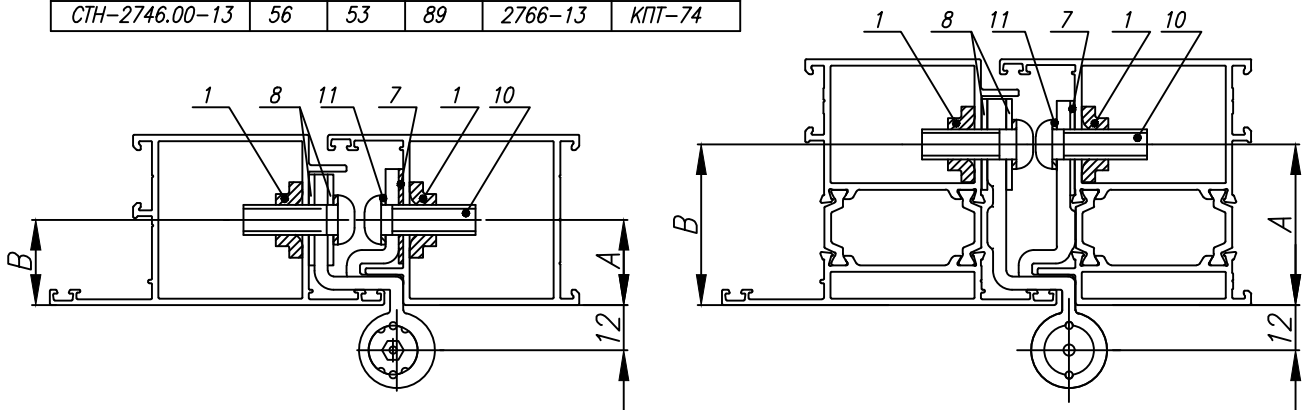

Рисунок 1 Установка петель в алюминиевые профили
5.4. Установить в стойки двери и проема сухари 1 (рис.1), совместив резьбовые отверстия в сухарях 1 с отверстиями в стойках;